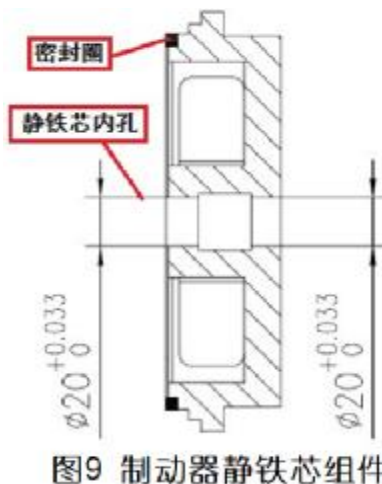

图9 制动器静铁芯组件
**步骤 2:** 检查静铁芯内腔 (图 9) 是否有油污、粉尘或锈蚀, 如有凸出异物或锈蚀, 用细砂纸 (600 目以上) 均匀打磨, 并用干净抹布擦净。磨损变化量超过 0.5mm 时, 应更换静铁芯组件。